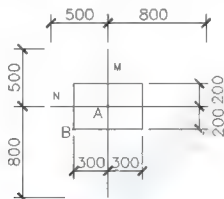

图 2.148 绘制矩形
- (1) 按图 2.148 所示尺寸绘制 M 和 N 线，确定 A 点位置。
- (2) 根据 A 点确定 B 点位置，并绘制 $600\text{mm} \times 400\text{mm}$ 矩形。